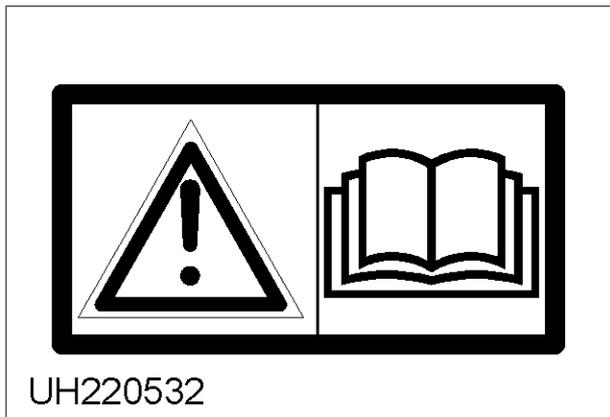

Fig. 16
**Plaque d'avertissement UH220532 (fig. 16).** Soyez prudent ! Lisez et assimilez les instructions contenues dans le manuel d'instructions de service avant de mettre la machine en service et avant d'essayer d'effectuer un réglage ou un entretien.